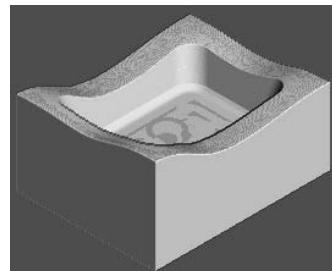

图 3-42 仿真加工结果 4
- 在“仿真”工具栏的“当前刀具路径”下拉列表中选择要模拟的刀具路径 finish2，然后单击“执行”按钮，系统开始自动仿真加工，仿真加工结果如图 3-42 所示。